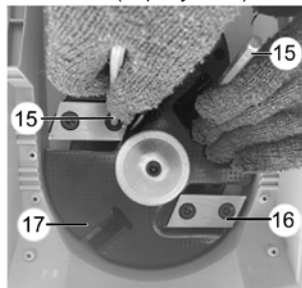

Рисунок 3
- за допомогою шестигранного ключа (15, рисунок 3) зафіксуйте вал платформи з різальними ножами (17, рисунок 3). Відкрутіть обидва фіксувальних гвинти ножового полотна (16, рисунок 3) другим шестигранним ключем, звертаючи особливу увагу на розташування різальної кромки леза ножа;